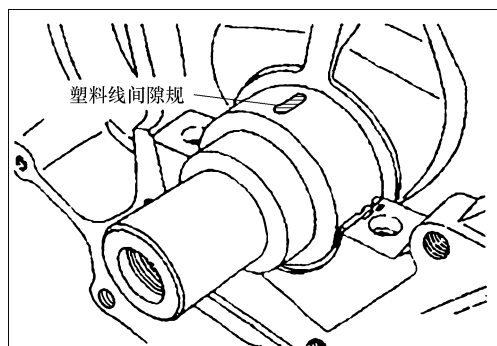
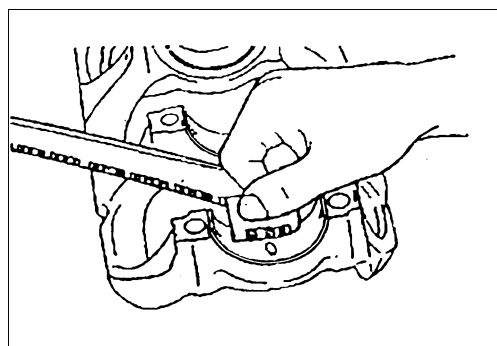

图 2-135 将塑料线间隙规放在曲轴轴颈上
图 2-136 测量曲轴轴向间隙
(1) 曲轴径向间隙检测
① 擦净主轴颈及轴承孔的机油。
② 安装曲轴。
③ 如图 2-135 所示，将塑料线间隙规切成与轴承宽度相同的长度，然后放在曲轴轴颈上，使其与轴中心线平行。
④ 小心地安装主轴承盖，按规定力矩拧紧螺栓。
⑤ 小心地拆下主轴承盖。
⑥ 用塑料线间隙规包装带上印有量尺如图 2-136 所示，测量被压扁的塑料线的最宽部位的宽度，得出间隙值。